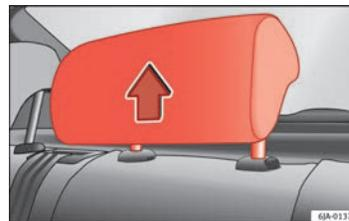

Fig. 5 Poggiatesta in posizione di utilizzo
- Tre posizioni **di utilizzo** => fig. 5. In queste posizioni il poggiatesta agisce come un poggiatesta convenzionale, assumendo, assieme alla cintura di sicurezza, una funzione di protezione per i passeggeri dei sedili posteriori.